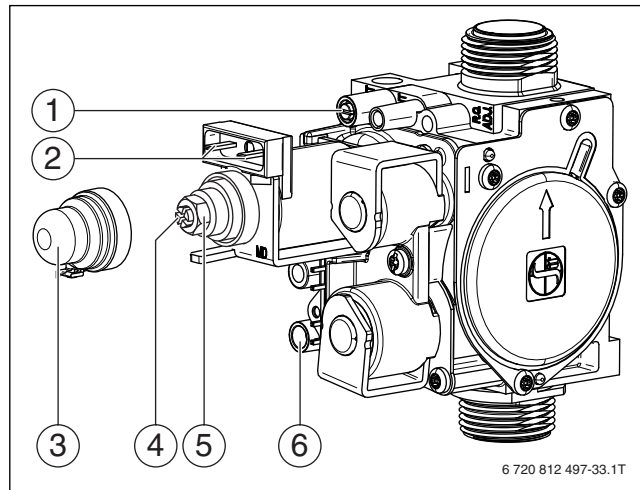

Рис. 24 Газовая арматура
- Отверните запорный винт штуцера измерения давления на форсунках (→ рис. 24, [1]) и подсоедините U-образный манометр.
- Снимите крышку (→ рис. 24, [3]).
- Настройка максимального давления на форсунках: Установите давление на форсунках регулировочным винтом максимального расхода газа (→ рис. 24, [5]) (при этом удерживайте регулировочный винт минимального расхода газа). Поворот направо - больше газа, поворот налево - меньше газа.
- Отсоедините один из проводов катушки модуляции (→ рис. 24, [2]).
- Настройка минимального давления на форсунках. Установите давление на форсунках регулировочным винтом минимального расхода газа (→ рис. 24, [4]) (при этом удерживайте регулировочный винт максимального расхода газа).